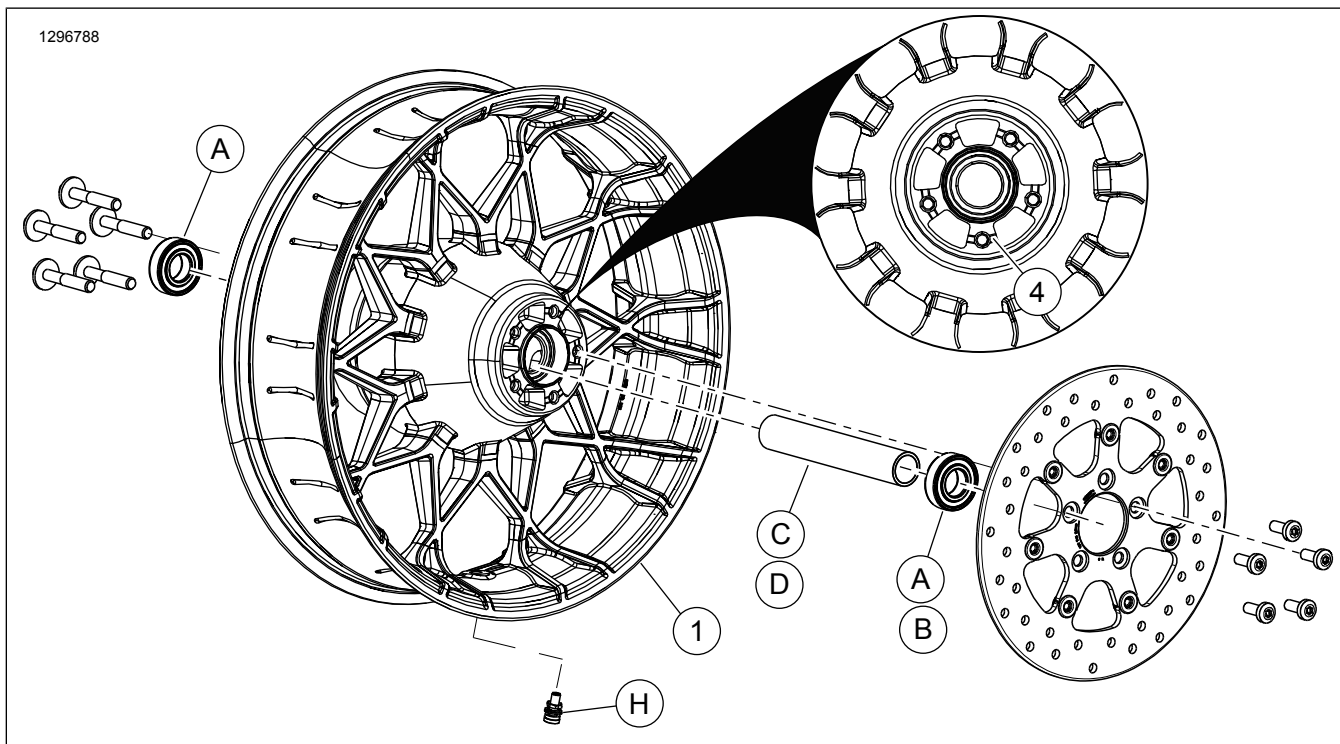

Figure 1. Pièces de rechange : Roue de turbine arrière
Ces kits incluent uniquement la roue personnalisée. Voir Figure 1 et Tableau 2.
2. Voir Figure 1 . Poser l'ensemble de tige de soupape (H) sur la roue. Consulter le manuel d'entretien.